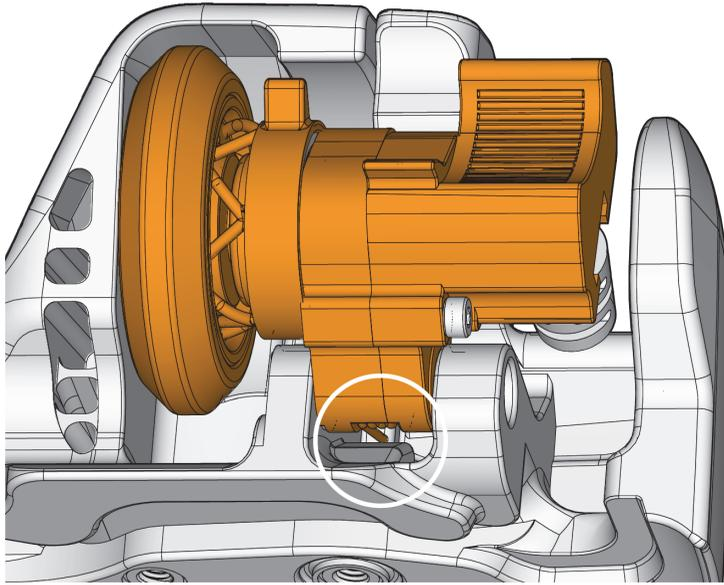

Figure 5-14 Emplacement du ressort
4. Pour réinstaller l'assemblage du codeur d'axe d'index, vérifiez si le ressort est bien placé contre la paroi du boîtier, et comprimez-le lorsque vous insérez l'assemblage (Figure 5-14 à la page 89).